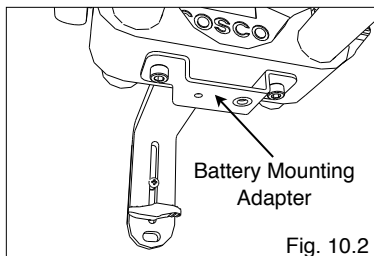

Fig. 10.2
2. Posicione el Battery Mounting Adapter bajo el Sled como se muestra en la Fig. 10.2 Y apriételo con los dos tornillos con cabeza.